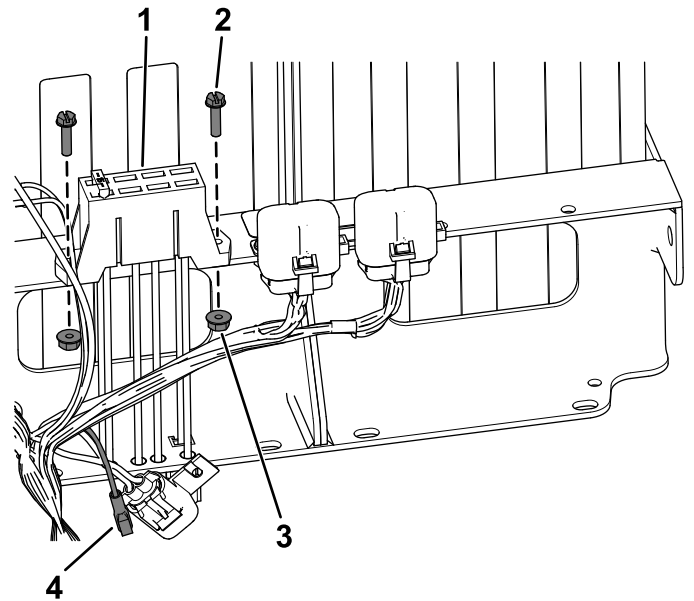

Figura 18
- **Para máquinas con número de serie 403448001 y posteriores**, fije el nuevo bloque de fusibles con los 2 tornillos de cabeza hexagonal con arandela (N.º 10 × ¾") y las 2 tuercas dentadas (N.º 10) como se muestra en la Figura 18.
2. **Para máquinas con número de serie 403448001 y posteriores**, conecte el conector hembra del arnés al nuevo bloque de fusibles (Figura 18).